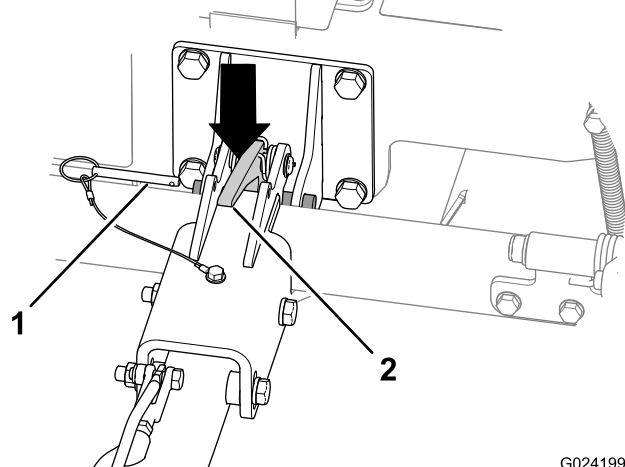

図 28
- A. ロッキングピンを抜き取る 図 28。
- C. ヒッチのラッチを押し下げて、ヒッチを外す 図 28。